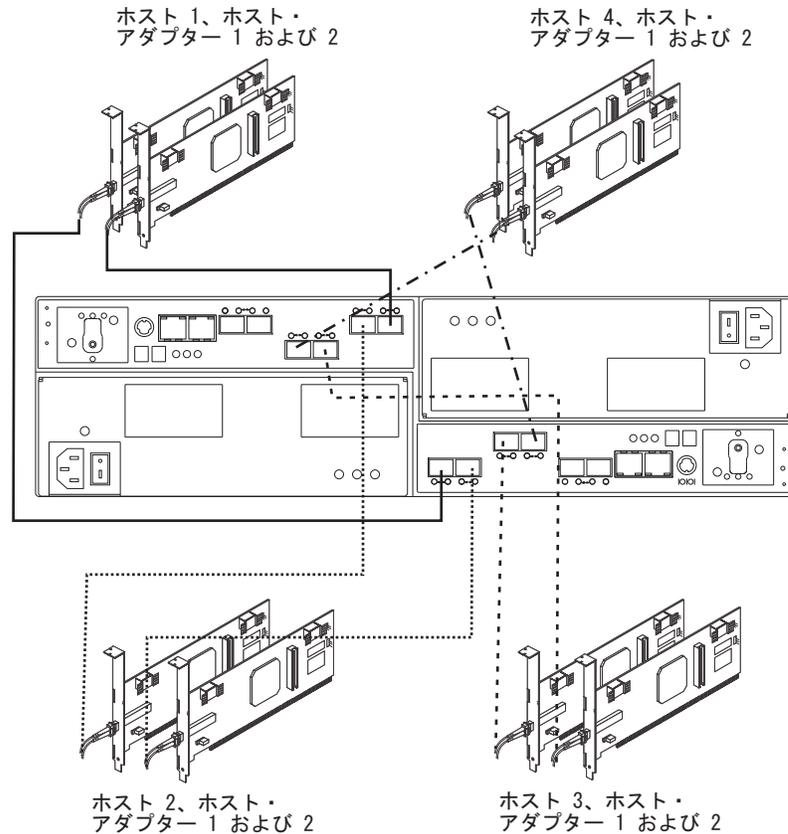

図 55. 2 つの冗長ホスト接続のケーブル接続図
3. その他の冗長ホスト接続ごとに、ステップ 1 および 2 を繰り返します。DS5020 ストレージ・サブシステムでは 97 ページの図 55 に示されているような 2 つの冗長ホスト接続、あるいは最大 4 つの冗長ホスト接続 (図示していません) を作成することができます。4 つの冗長ホスト接続では、DS5020 ファイバー・チャンネル・ホスト・バス・アダプターまたはファイバー・チャンネル・スイッチ・ポートに接続することができます。